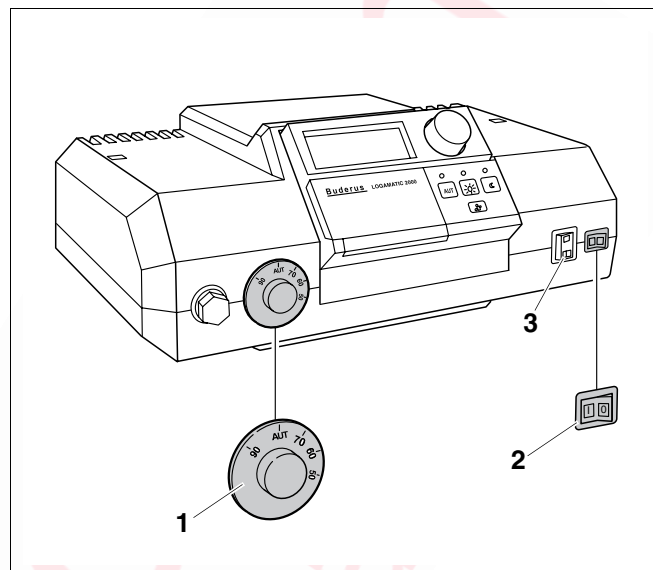
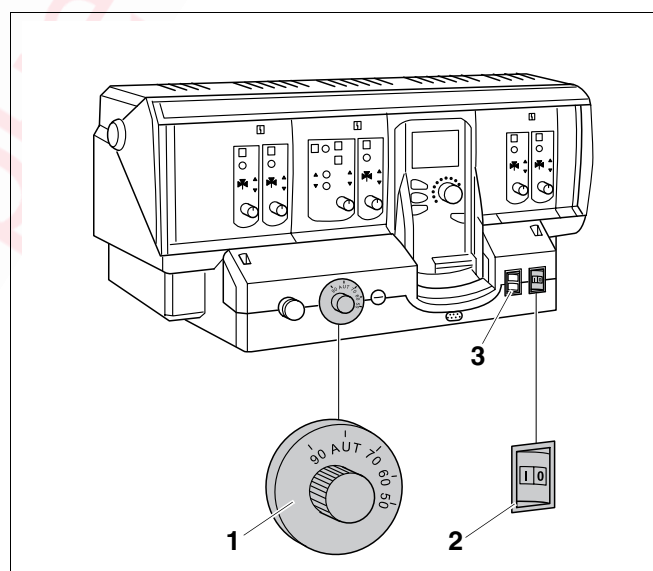

Рис. 3 Система управления (здесь: Logamatic 2107)
Рис. 4 Система управления (здесь: Logamatic 4211)
Включите отопительный котел на системе управления рис. 3 и рис. 4. При включении системы управления запустите горелку в автоматическом режиме. Затем горелка может стартовать от системы управления. Дальнейшую информацию по этому вопросу Вы найдете в соответствующей инструкции по эксплуатации системы управления.
- Установите пусковой выключатель (рис. 3, **поз. 2** и рис. 4, **поз. 2**) в положение "I" (ВКЛ.).
- Установите регулятор температуры котловой воды (рис. 3, **поз. 1** и рис. 4, **поз. 1**) в положение "AUT". При работе в режиме поддержания постоянной температуры установите нужную температуру (минимум 65 °C).
- Установите пусковой выключатель (рис. 3, поз. 2 и рис. 4, поз. 2, стр. 9) в положение "0" (ВЫКЛ.)